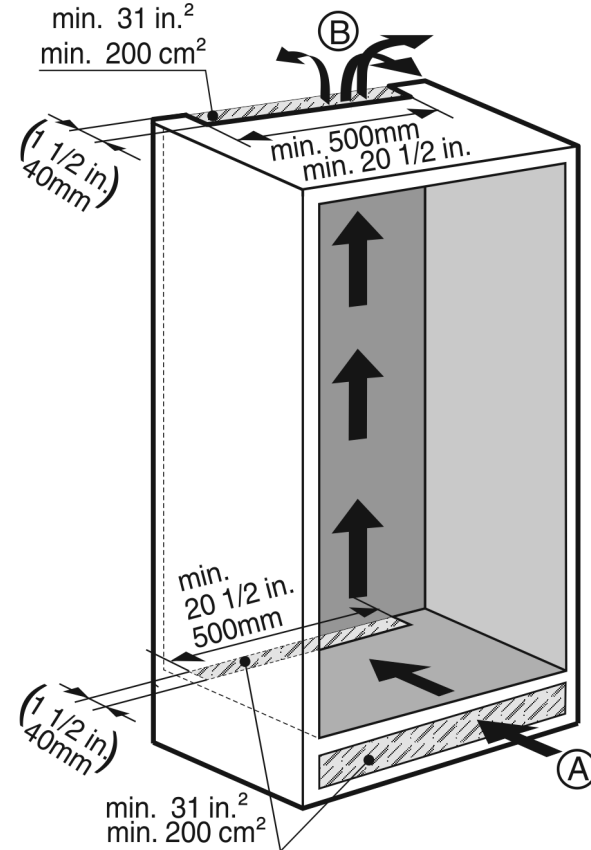

Fig. 6
- Debe haber disponible una sección de ventilación adecuada de al menos 31 in² (200 cm²) por cada aparato en la toma de aire Fig. 6 (A) y la toma de aire Fig. 6 (B).